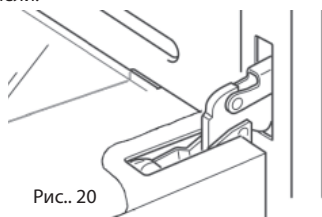

Рис. 20
- Откройте дверцу духового шкафа до конца (Рисунок 20).